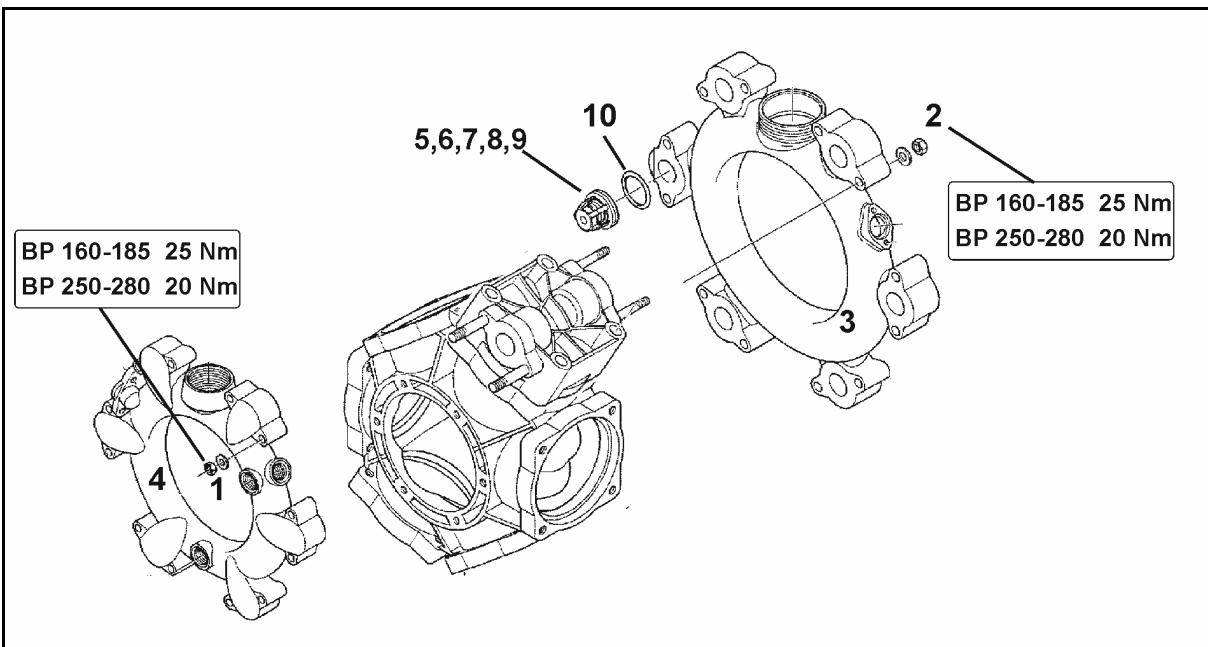

Fig. 191
- Verificați cel puțin anual starea ireproșabilă a membranei pistonului (Fig. 191/8) prin demontare.
- Aveți în vedere poziția de montare a supapelor de aspirare sau presiune, înainte de a scoate grupurile de ventile (Fig. 191/5).
- Înlocuiți în principiu toate membranele pistoanelor (Fig. 191/8), chiar dacă numai o membrană a pistonului este umflată, ruptă sau poroasă.
2. Desfaceți piulițele (Fig. 191/1, 2).
3. Scoateți canalul de aspirare și de refulare (Fig. 191/3 și Fig. 191/4).
4. Extragăți grupurile de supape (Fig. 191/5).
5. Îndepărtați suruburile (Fig. 191/6).
6. Îndepărtați capul cilindrului (Fig. 191/7).
7. Verificați membrana pistonului (Fig. 191/8).
- Fixați membrana pistonului (Fig. 191/8) cu șaiba de susținere și cu șurubul (Fig. 191/11) de pistonul (Fig. 191/9), astfel încât marginea să fie îndreptată spre partea capului cilindrului (Fig. 191/7).
- Strângeți neapărat piulițele (Fig. 191/1,2) cruciș, cu momentul de strângere indicat. Strângerea necorespunzătoare a piulițelor duce la tensionare și astfel la neetanșeitate.
1. Desfaceți șurubul (Fig. 191/11) și scoateți membrana pistonului (Fig. 191/8) împreună cu șaiba de susținere, de pe pistonul (Fig. 191/9).
3. Scoateți cilindrul (Fig. 191/10) din carcasa pompei.
6. Reașezați cilindrul (Fig. 191/10) în carcasa pompei.
7. Montați membrana pistonului (Fig. 191/8).
8. Prindeți în flanșă capul cilindrului (Fig. 191/7) de carcasa pompei și strângeți șuruburile (Fig. 191/6) uniform în cruce.
9. După verificare și curățare montați grupurile de supape (Fig. 191/5).
11. Canalul de aspirare (Fig. 191/3) și cel de presiune (Fig. 191/4) se prind cu flanșe de carcasa pompei.
12. Strângeți piulițele (Fig. 191/1,2) cruciș, cu un cuplu de **25 Nm (BP 160-185) / 20 Nm (AR 250-280)**.